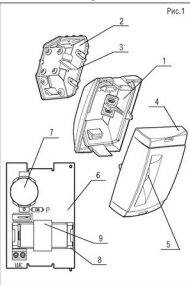

Рис.1
ИС выполнен в виде одного блока (Рис.1) и состоит из: основания (1), крышечки (2) с фиксатором датчика отрыва от стены (3), крышки (4), с установленной линзой Френеля (5), и печатной платой (6).